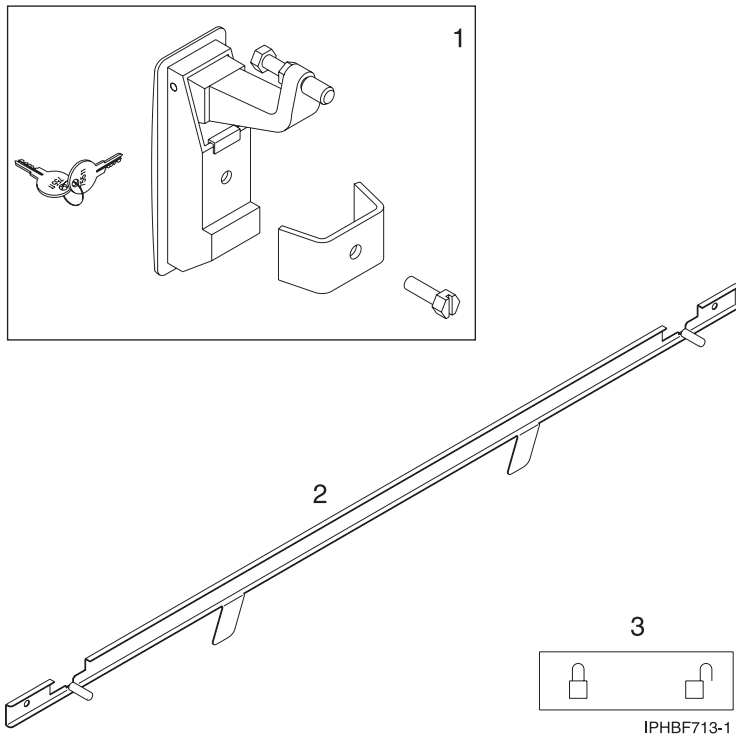

Figura 51. Inventario de piezas del kit de seguridad del bastidor
**Nota:** consulte en la figura 51, Pestillo estándar, los pasos 5a a 5d y en la figura 50, Pestillo de alta precisión, los pasos 5e a 5i.
- a. Quite el tapón de extremo (1) del nuevo pestillo y deséchelo.
- b. Afloje la tuerca hexagonal (3).
- c. Quite el tornillo (2) del nuevo pestillo.
- d. Quite la tuerca (3) del tornillo.
- e. Coloque el tornillo (4) en el nuevo pestillo en la orientación inversa.
- f. Atornille la tuerca hexagonal (3) en el tornillo (4).
- g. Atornille la tuerca hexagonal (2) en el tornillo (4).
- h. Atornille la tuerca de trabado (1) en el tornillo (4). La tuerca de trabado (1) debe estar nivelada con el extremo del tornillo (4).
- i. Apriete la tuerca hexagonal (2) con la tuerca de trabado (1).